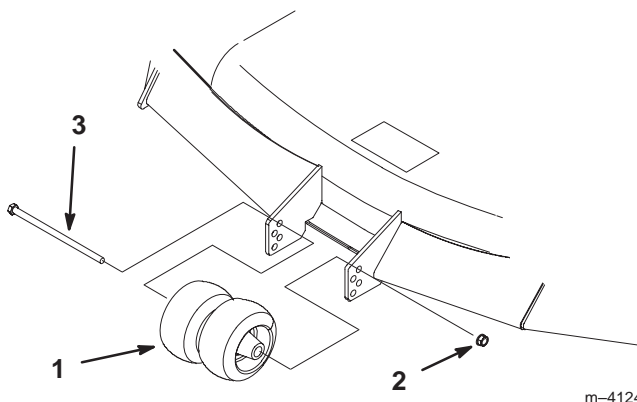

Figure 20
2. Lorsque la hauteur de coupe est réglée, enlevez le boulon et l'écrou (Fig. 20).
3. Choisissez le trou pour que la roue de jauge se trouve le plus près possible de la hauteur de coupe correspondante voulue (Fig. 20).
4. Remettez le boulon, les galets centraux et l'écrou (Fig. 20).